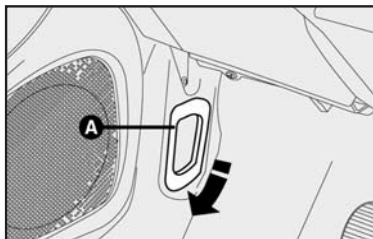

fig. 117
1) Puxar a alavanca **A-fig. 117** no sentido indicado pela seta.